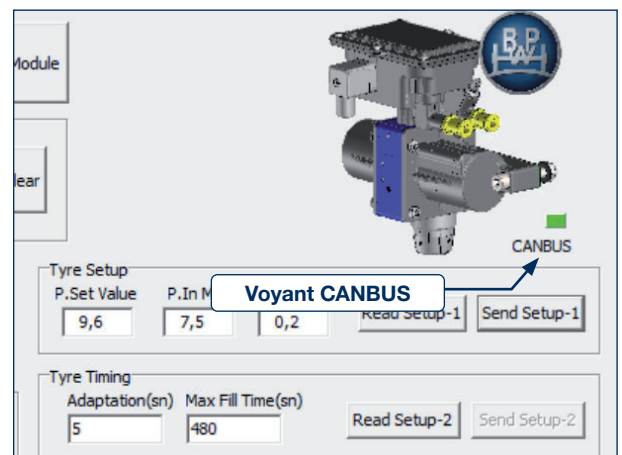

Figure 39
- [4] La communication CAN est établie lorsque le voyant CANBUS clignote (voir figure 39).